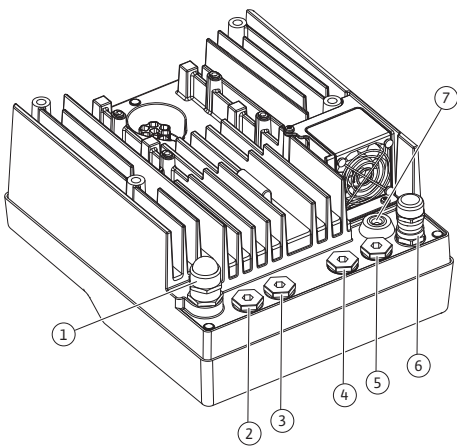

Fig. 19: Kaapelitiivisteet/kaapeliläpiviennit
4. Vie liitäntäkaapelit kaapelin holkkitiivisteeseen M25 (Fig. 19, pos. 1) läpi. Kiristä kaapelin holkkitiiviste annetuilla vääntömomenteilla.